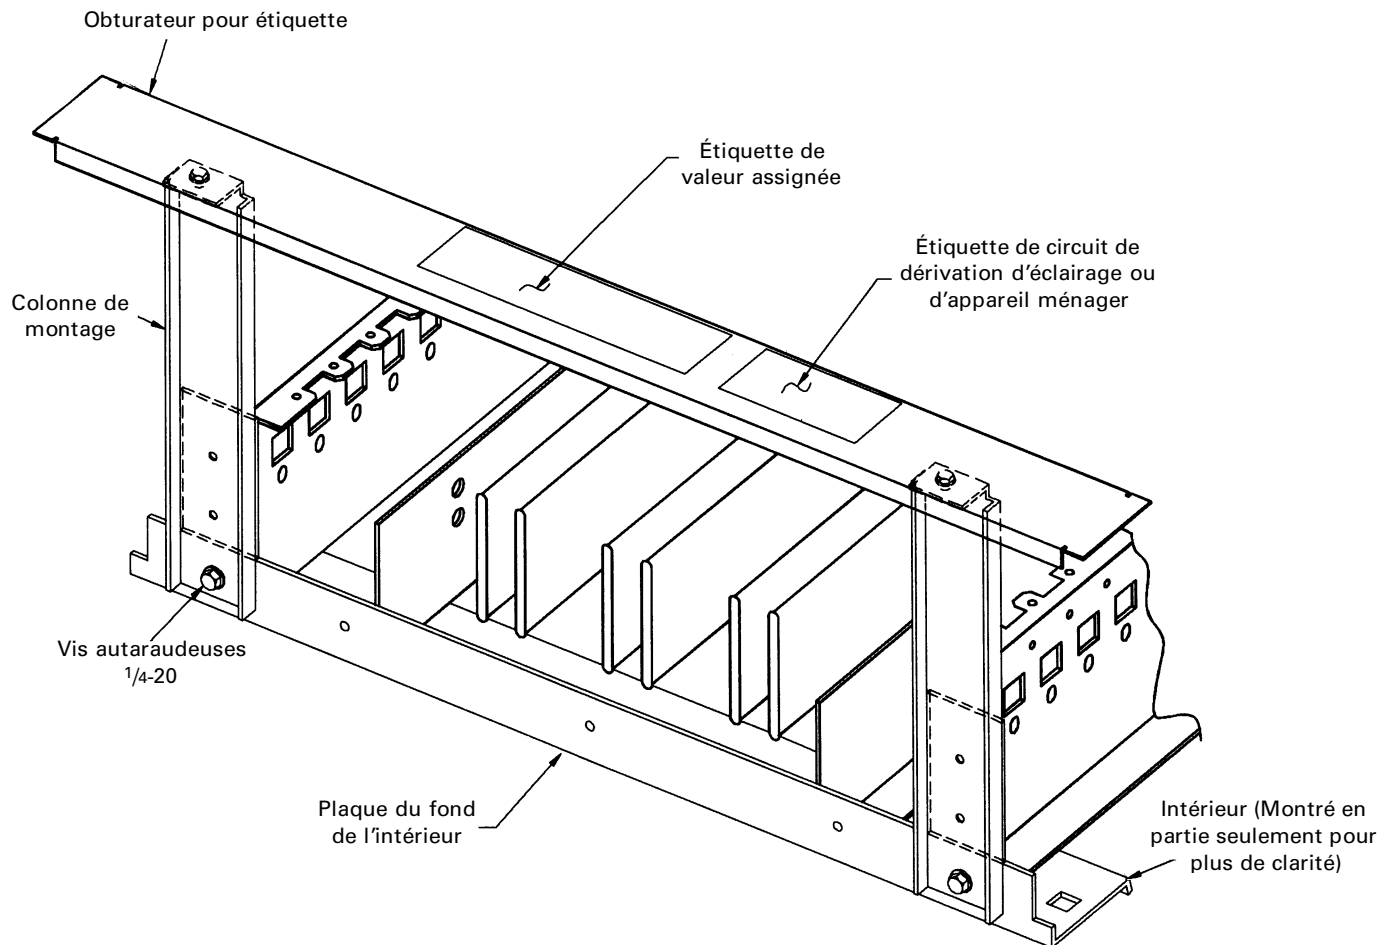

Figure 2. Installation des étiquettes d'obturbateurs.
1. Attacher les deux colonnes de montage fournies à la plaque du fond de l'intérieur à l'extrémité CHARGE du panneau. Fixer avec les vis autotaraudeuses 1/4-20 fournies et serrer à 55-60 po-livre. Voir Figure 2.
2. Attacher l'obturbateur pour étiquettes aux colonnes de montage orientées comme montré à la Figure 2. Fixer avec les vis autotaraudeuses 1/4-20 fournies et serrer à 55-60 po-livre.